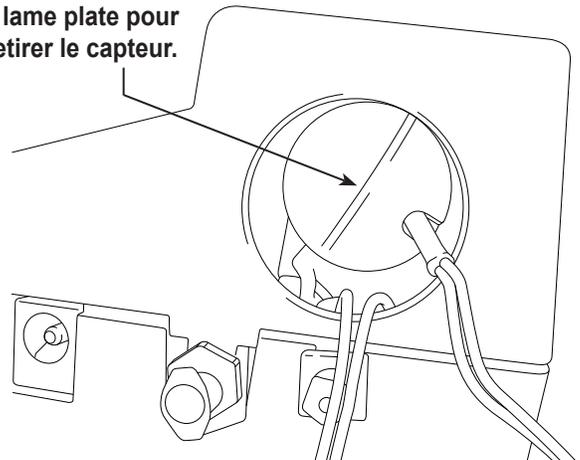

Figure 24
7. Mettez le bouchon et le faisceau de côté. Tenez le conducteur du capteur et utilisez le tournevis à lame plate pour dévisser et retirer le capteur d'oxygène. Voir la figure 24.